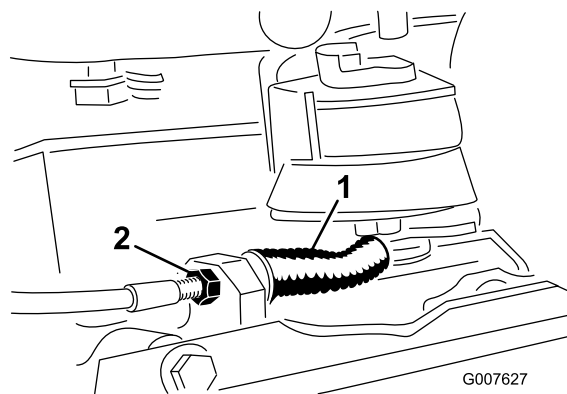

Рисунок 35
- Для уменьшения натяжения тросика ослабьте переднюю зажимную гайку троса и затяните заднюю зажимную гайку (Рисунок 35). Повторите действия, описанные в пунктах 1 и 2, и при необходимости отрегулируйте натяжение.
- Для увеличения натяжения троса затягивайте переднюю зажимную гайку троса и отпускайте заднюю зажимную гайку (Рисунок 35). Повторите действия, описанные в пунктах 1 и 2, и при необходимости отрегулируйте натяжение.